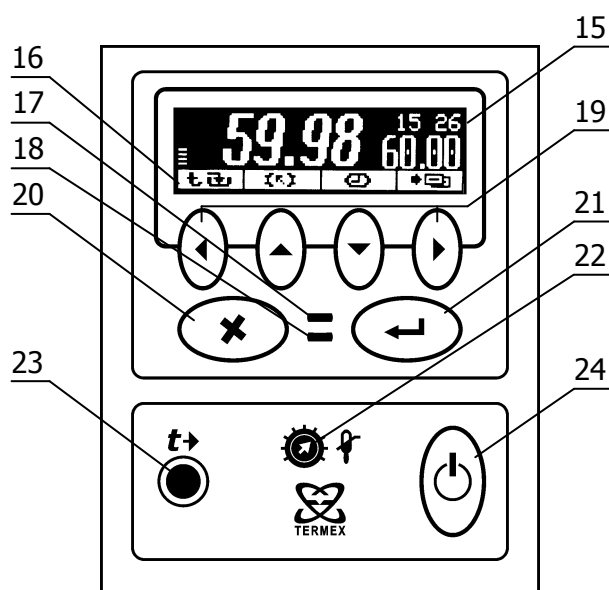

Рисунок 2 – Лицевая панель
Система безопасности блока регулирования отключает двигатель насоса и нагреватель при срабатывании хотя бы одной из защит или неисправности управляющего датчика (1.2.15). При срабатывании системы безопасности раздается звуковой сигнал, загорается индикатор 17 (рисунок 2) и на дисплей 15 выводится информация о причине неисправности.
2.3.1 После подключения сетевого кабеля к электрической сети блок регулирования переходит в режим ожидания. Подключение сопровождается кратковременной подсветкой дисплея 15 (рисунок 2).
2.3.6 Для регулировки яркости подсветки или контраста дисплея нажать кнопку 20 (X), выбрать изменяемый параметр кнопками (▲) и (▼) и установить его значение кнопками (◀) и (▶). Зафиксировать изменение нажатием кнопки 21 (↔) (рисунок 2).
2.5.6 Для выбора уставки в качестве текущей кнопками (▲) и (▼) подвести к ней указатель. Значение отмеченной указателем уставки дублируется крупными цифрами в правой части дисплея. Для подтверждения выбора отмеченной уставки нажать кнопку 21 (←). Для отмены выбора нажать кнопку 20 (✕) (рисунок 2).
2.5.7 Для изменения численного значения отмеченной указателем уставки нажать кнопку (▶). На рамке, обрамляющей значение уставки в правой части дисплея, появятся "засечки", указывающие на изменяемую позицию в численном значении. Цифра в отмеченной позиции мигает. Нажатиями кнопок (▲) и (▼) установить требуемую цифру в отмеченной позиции. Если удерживать кнопку нажатой, значение уставки будет изменяться непрерывно. Нажатиями кнопок (◀) и (▶) переместить отметку изменяемой позиции. Дискретность изменения значения уставки зависит от положения изменяемой позиции: если отмечена позиция десятков, то при единичном нажатии кнопки (▲) или (▼) значение уставки изменится на 10 °С. Если отмечена позиция десятых долей, то значение уставки изменится на 0.1 °С соответственно. Закончить ввод нового значения уставки нажатием кнопки 21 (←). Для возврата к значению уставки до ее изменения нажать кнопку 20 (✕) (рисунок 2).
2.6.3 При срабатывании защиты раздается звуковой сигнал и загорается красный индикатор срабатывания системы безопасности 17 (рисунок 2). Работа насоса и нагревателя будет блокирована. На дисплее отобразится текущее состояние системы защит.
2.6.5 После устранения причины срабатывания защиты или ее отключения кнопкой (▶) индикатор 17 (рисунок 2) погаснет. Перевести блок регулирования в рабочий режим нажатием кнопки 21 (←).